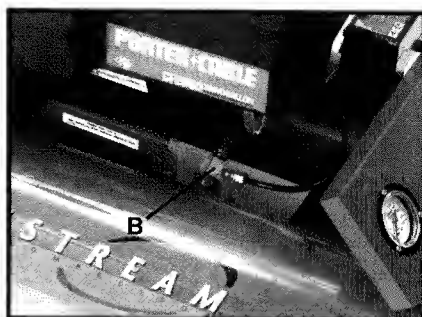

Fig. 2
Soupape de retenue (B) Fig. 2 : Lorsque le compresseur d'air est en marche, la soupape de retenue est « ouverte » et l'air comprimé peut ainsi entrer dans le réservoir d'air. Lorsque le compresseur d'air atteint la pression de « déclenchement », la soupape de retenue « se ferme », et la pression d'air peut ainsi demeurer à l'intérieur du réservoir d'air.